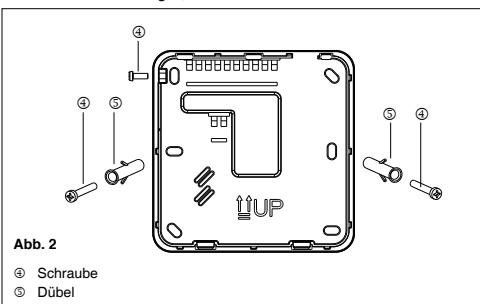

Abb. 2
- Entfernen Sie die Feststellschraube oben links, um die Einheit von der Steuerung zu trennen (Abb. 2). Sichern Sie die Einheit an der Wand und markieren Sie die Bohrföcher.
- Verschließen Sie nun die Abdeckung der Steuerung mithilfe der anfangs gelösten Schrauben (Abb. 2).